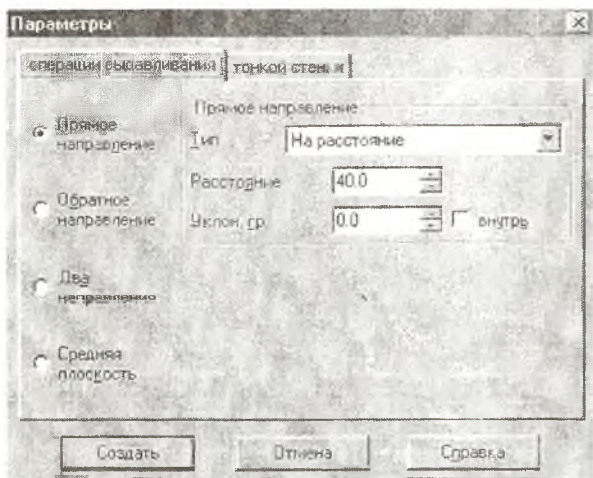

Рис. 12. Окно параметров операции выдавливания
1) Нажмите на **Панели инструментов** на кнопку "**Операция выдавливания**" - . В появившемся окне укажите "**Прямое направление**" (стоит по умолчанию), тип (выдавливания) "**На расстояние**" (стоит по умолчанию), укажите расстояние "40". Нажмите ЛКМ в активном окошке на кнопку "**Создать**" (рис.12).